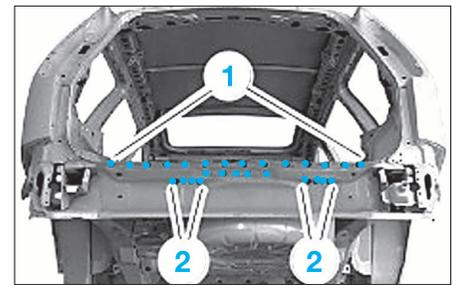
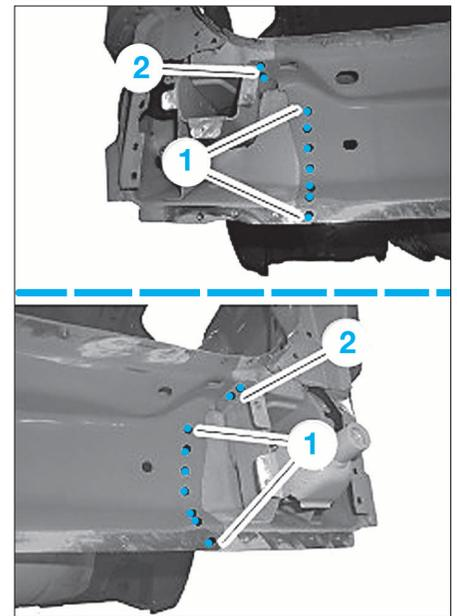

FIG. 101
FIG. 102
- Dépointer les soudures (1) et (2) (Fig.101).
- Dépointer les soudures (1) et (2) (Fig.102).
- Souder par résistance par points les points (1) et (2) (Fig.101).
- Souder par bouchonnage les points (2).
- Souder par résistance par points les points (1) (Fig.102).